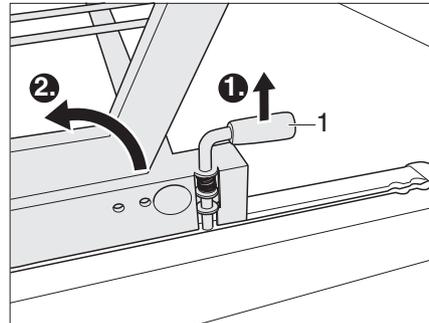

Bild 40 Schlafsitzbank ausbauen
- ▶ Beide Entnahmehebel (Bild 40,1) links und rechts gleichzeitig nach oben ziehen und Schlafsitzbank nach hinten kippen.